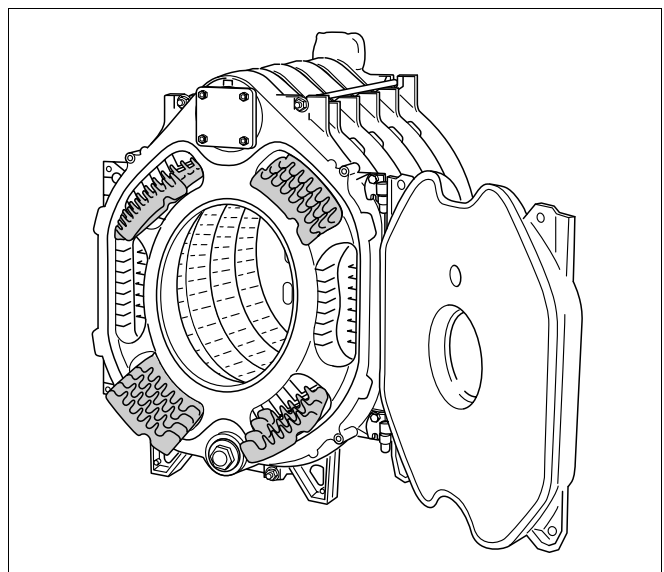

Fig. 27 Røggasledeplader
- Tag røggasledepladerne op af kassen med beslag, og læg dem ind i røgslagene i henhold til den **påstøbte tekst** (se også Fig. 27 og nedenstående tabel).